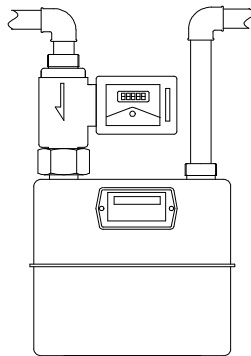

图 7 配接工业膜式表控制器安装示意图
6.3 与工业膜式表连接的控制器应安装在工业膜式表的进气口处，见图 7 安装示意图。